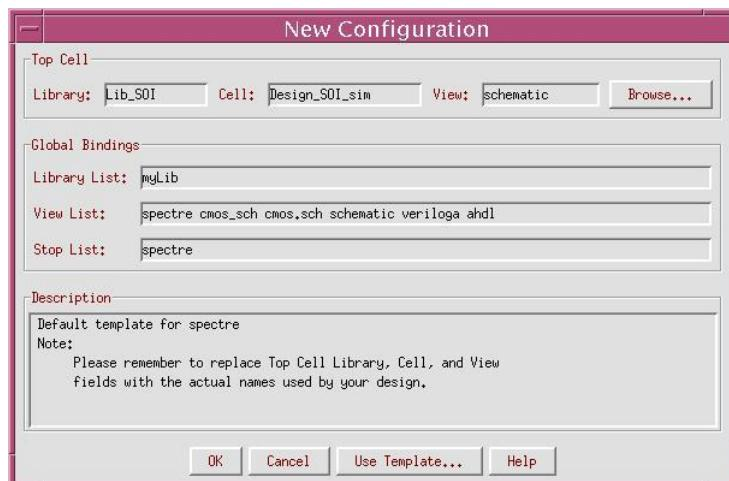

Рис. 11.3. Окно создания новой конфигурации проекта после заполнения всех полей.
- 4) После выбора шаблона поля формы “New Configuration” заполняются автоматически, как показано на рис. 11.3. Значение поля “View” необходимо исправить на “schematic” и нажать кнопку “OK”.